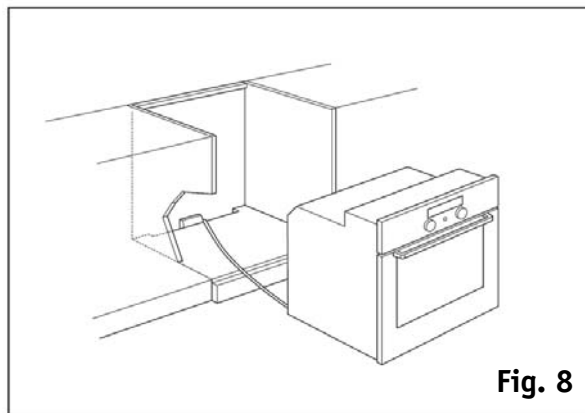

Fig. 8
- Поднимите духовку за предусмотренные для этой цели боковые отверстия и установите ее в нишу, обращая внимание на то, чтобы не защемить кабель питания (рис. 8).